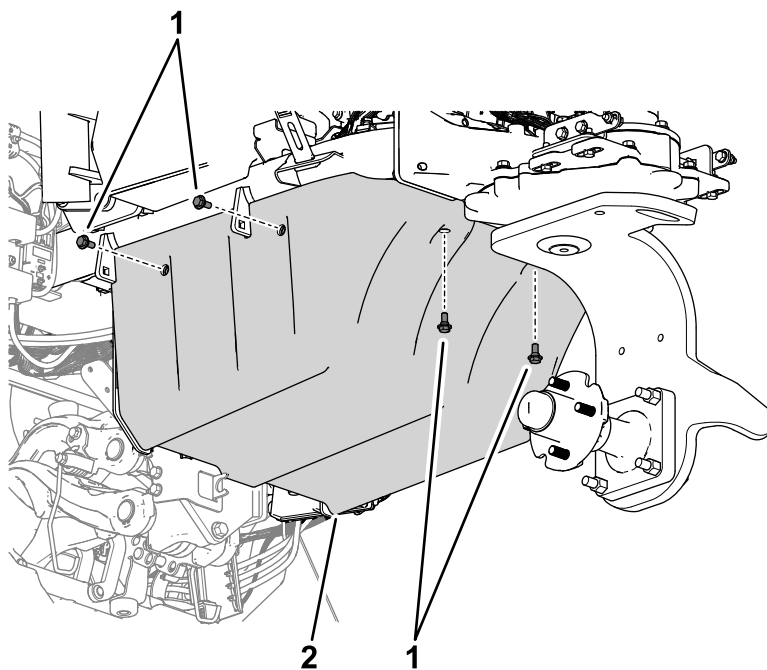

Figura 33
2. Utilizzate 6 bulloni di spallamento per fissare il coperchio inferiore della batteria al supporto inferiore della batteria (Figura 33).